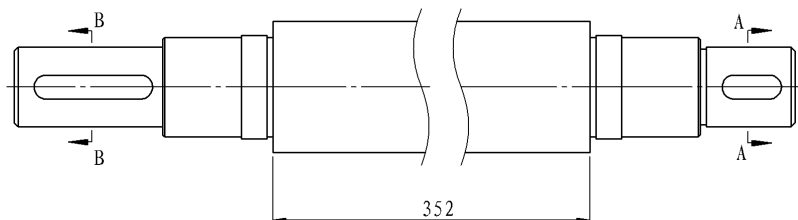

图 6.15.7 标注尺寸
(4) 单击“尺寸”对话框中的“完成”按钮 ，完成尺寸标注，如图 6.15.7 所示。